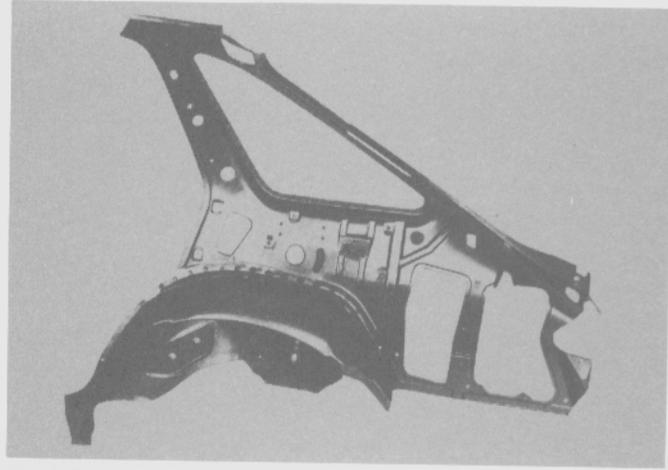

Fig. 242
- Limpiar las superficies de contacto de las pestañas del nuevo panel y del pasarruedas (Fig. 242 y 243).